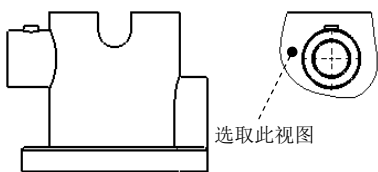

图 4.5.28 选取剪裁视图
Step2. 选取命令。右击图 4.5.28 所示的剪裁视图，在弹出的快捷菜单中选择 **剪裁视图**